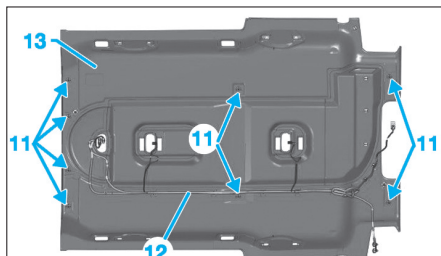

Fig. 51
- Déposer les agrafes (11) de la garniture de pavillon arrière (Fig.51).
- Dégager le faisceau des agrafes (12) et déposer la garniture de pavillon arrière (13).